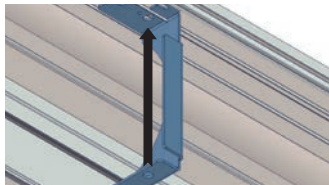
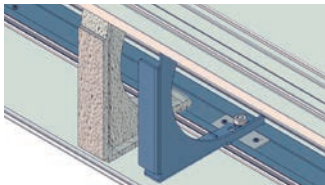

Bild 28
Bild 29
Schritt 3: Bohren Sie bei der dargestellten Position mit einem langen Bohrer von unten bis in den Baukörper (Bild 28). Abschließend können Sie den Dämmkeil wieder einsetzen und an der Statikkonsole/Statik-Lagerplatte positionieren (Bild 29 - 30). Das benötigte Befestigungsmaterial zum Baukörper ist an die jeweilige Bausituation anzupassen und gehört nicht zum Lieferumfang.